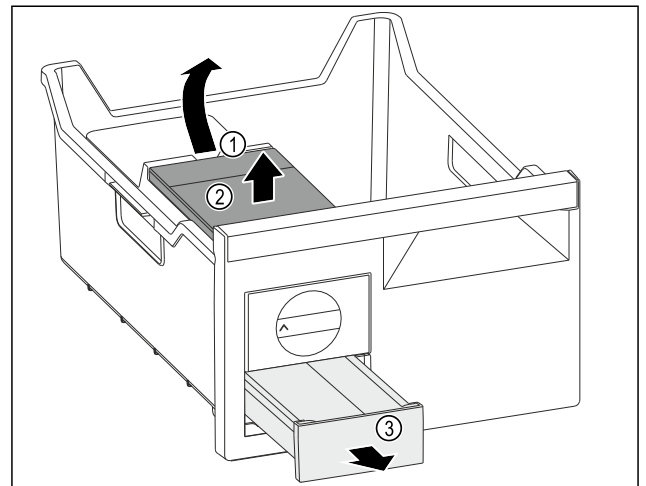

Fig. 119
- Su deposunu çıkarma: Su deposunu boşluktan Fig. 119 (1) tutarak yukarı kaldırın.
- Su deposunu Fig. 119 (2) yukarı doğru çıkartın.
- Buz küpü çekmecesi Fig. 119 (3) öne doğru çıkartın.